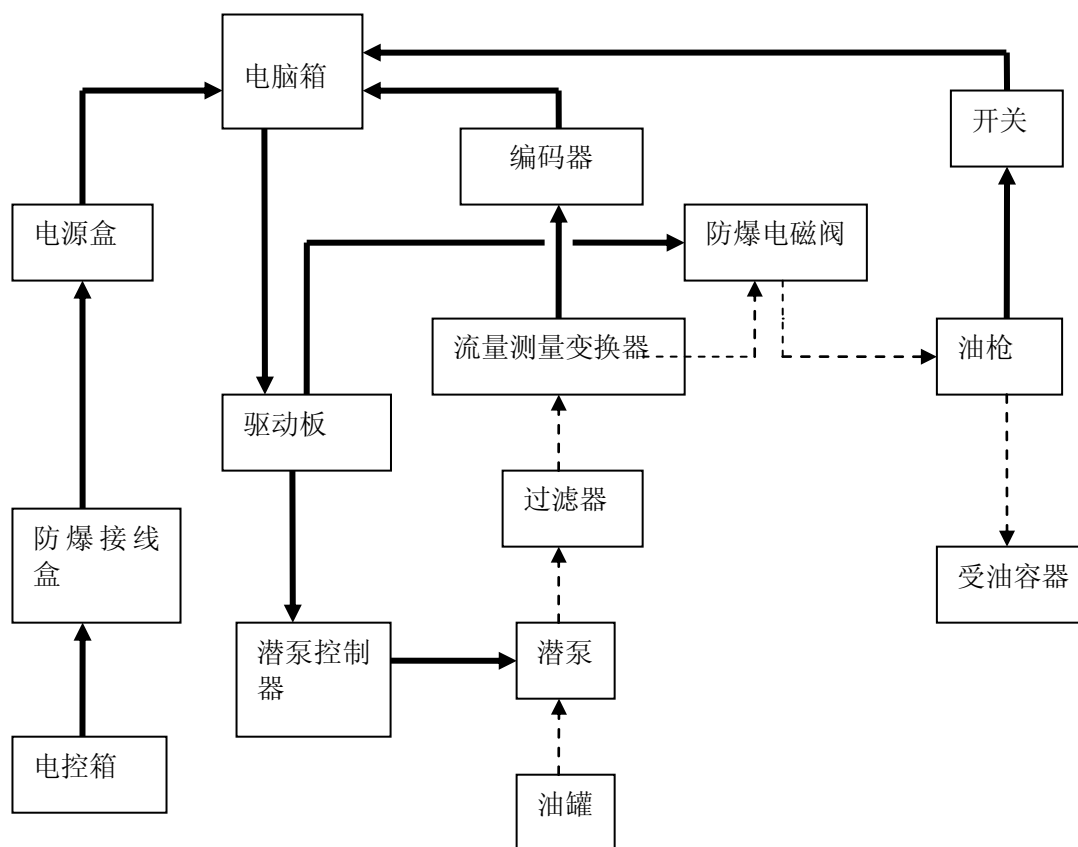

图 5 潜油泵新卡机联接税控燃油加油机工作原理示意图
2. 潜油泵新卡机联接税控燃油加油机的工作原理示意图如图 5